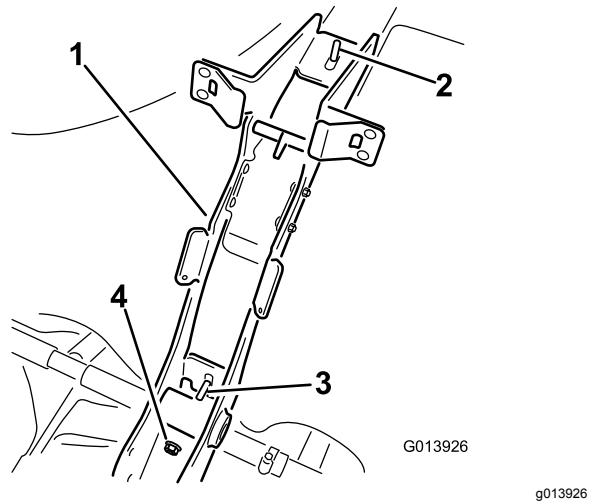

Figura 4
8. Fissate il telaio di supporto principale alla fascia del serbatoio (Figura 4) con 2 dadi di bloccaggio flangiati ( $\frac{3}{8}$ ").